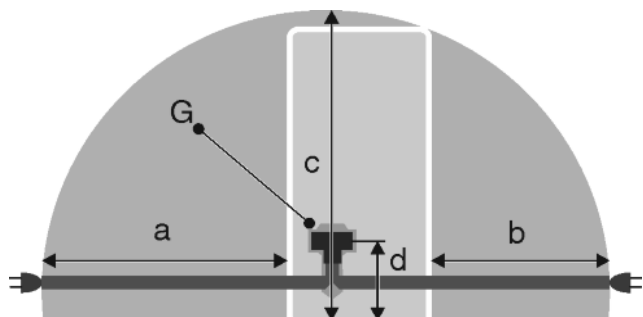

Fig. 22
- Розетка знаходиться за межами зони задньої стінки пристрою у заданому діапазоні Fig. 22 (a, b, c).
- ▶ Штекер пристрою Fig. 22 (G) вставити на задній стінці пристрою. Слід звернути увагу на належну фіксацію.